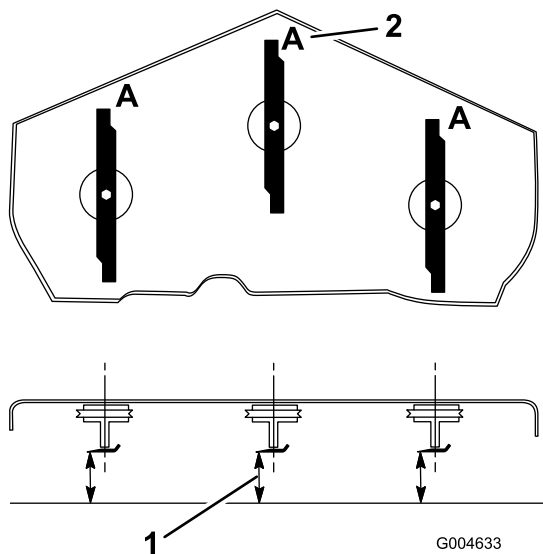

Figura 73
3. Rode as lâminas até as suas extremidades se encontrarem viradas para a frente e para trás (Figura 73). Meça desde uma superfície nivelada até à extremidade de corte, posição **A**, das lâminas (Figura 73). Anote esta medida.